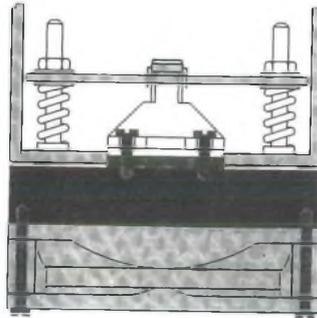

Figure 16 : bague
Le plan de la **figure 16** présente les dimensions d'une bague d'adaptation en aluminium destinée à tout télescope standard doté d'un **porte-oculaire de 31,75 mm**. La réalisation de cette pièce peu complexe pourra être confiée à un atelier de mécanique qui possède un tour. Préciser à la commande que la tolérance du diamètre de 31,75 mm est de $\pm 0,1$ mm.
nombreuses. Il faudra donc faire réaliser une bague spécialement adaptée au microscope que vous utilisez, sachant que la base de cet accessoire sera conforme à l'illustration de la figure 16.
- mise en place d'un filtre optique associé à un joint torique dans la bague d'adaptation (**figure 16**). Le joint doit être placé contre le boîtier.